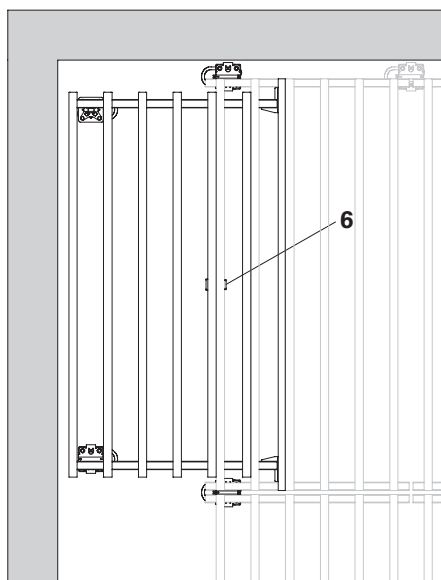

Fig. A5.04
3. Orientare i puntelli sfalsati con testa di appoggio (1) e agganciare nei sostegni dell'elemento di compensazione GFC (3c).
4. Assicurare l'elemento di compensazione GFC per evitare che si sposti - 1 morsa GFK (6). (Fig. A5.04)